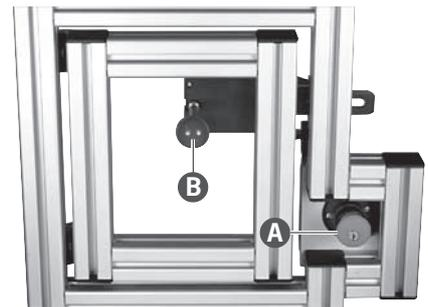

Fig. 1 : Interrupteur de sécurité avec verrou (vue arrière)
La figure 1 représente un interrupteur de sécurité TZ... raccordé à un verrou targette TZ-F avec déverrouillage interne depuis la face arrière. Dans cette combinaison, le déverrouillage interne est commandé à partir d'un bouton-poussoir (figure 1, A) et d'un levier (figure 1, B).
- ▶ Bouton-poussoir avec serrure (figure 1, A)